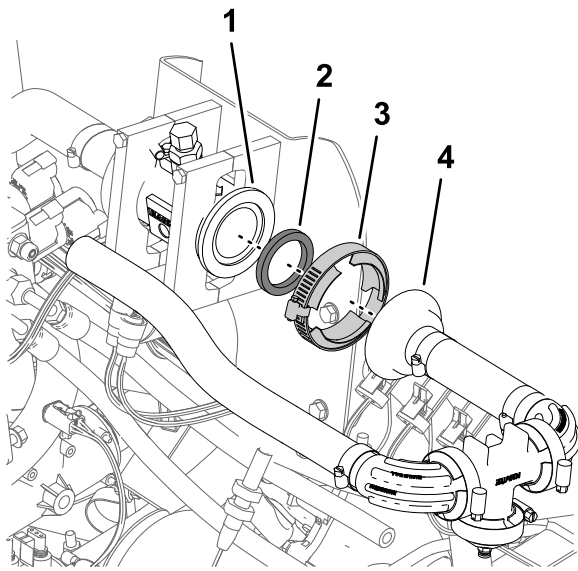

Figura 91
2. Apriete la brida de fijación a mano (Figura 91).